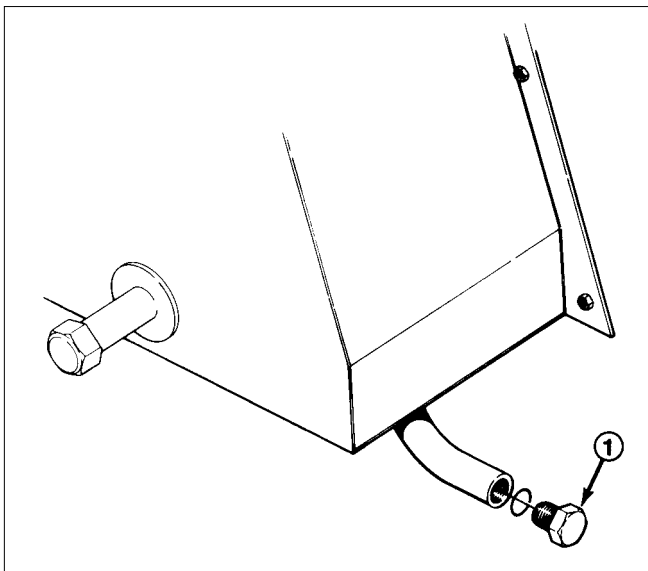

図 41
1. ドレン プラグ (図 41) を開いて廃油を受け、排出が終わったら、プラグを元通りに閉める。